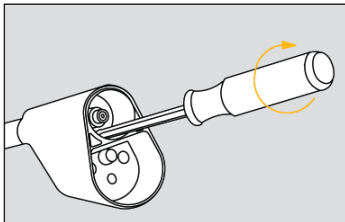

Abb. 3
- Befestigen Sie den Batteriedeckel mit den beiden Zylinderschrauben im Kopfteil (Abb. 3). Achten Sie darauf, dass die beiden kleinen schwarzen O-Ringe richtig in der Senkung aufliegen.